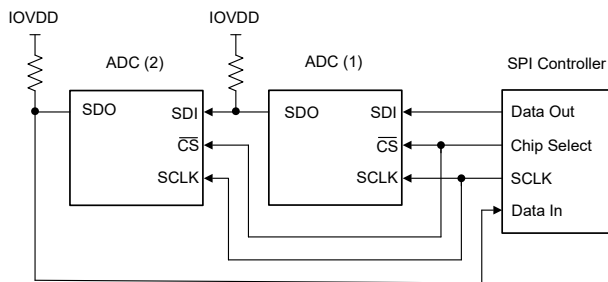
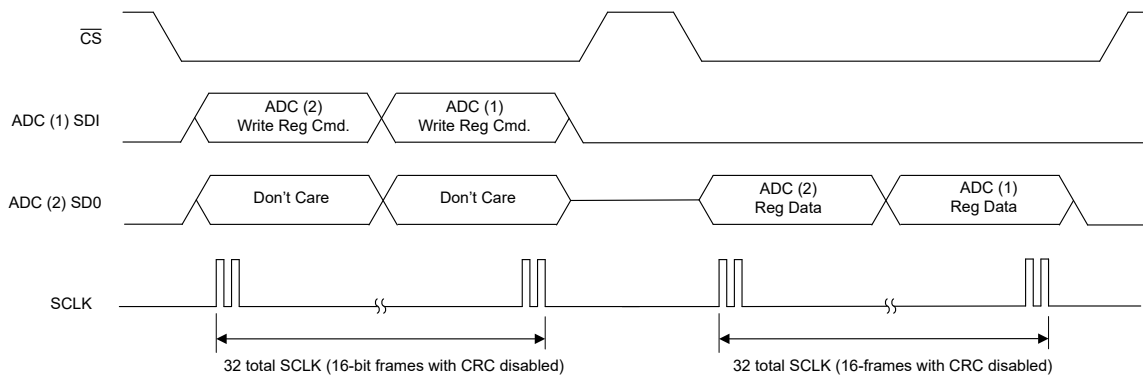

図 7-50. SPI デイジー チェーン
図 7-51. SPI デイジー チェーンレジスタの書き込みデータ形式
図 7-50 に、2 つのデバイスのデイジー チェーン接続を示します。また、図 7-51 に各デバイスのレジスタ書き込みコマンドのデータ フォーマットを示します。コントローラのデータ出力ラインは、**ADC (1) SDI** および **ADC (2) SDO** に接続され、コントローラのデータ入力ラインに接続されます。**ADC (1)** の入力データは **SDO** 上でシフト アウトされ、**ADC (2)** の **SDI** を駆動します。シフト動作は、チェーン内の最後のデバイスに到達するまで続けられます。**CS** が **high** になると、SPI フレームは終了します。この時点で、各デバイスにシフトインされたデータが解釈されます。2 番目のフレームでは、**ADC (2) SDO** ピンを使用して両方のデバイスからレジスタ データがシフト アウトされます。